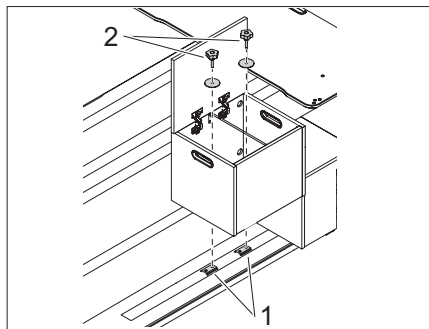

Bild 46 Förvaringsbox monteras
- Förvaringsboxen ställs på gängplattan (Bild 46,1) i skenorna.
- Stjärnskruvar (Bild 46,2) används för att skruva fast förvaringsboxen i gängplattan (Bild 46,1) ordentligt.